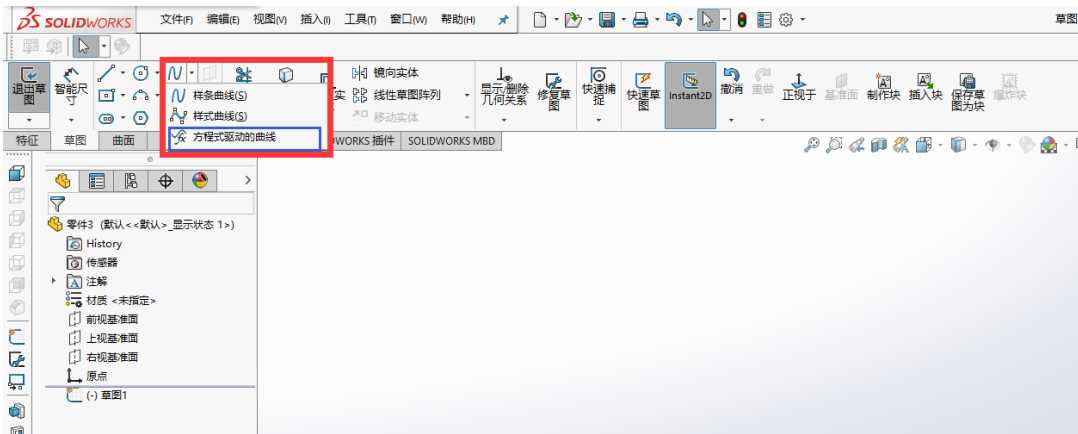

图 8
6.1、打开 SolidWorks，新建模型，首先建立小胶轮模型。新建草图，点击样条曲线  的下三角选择  方程式驱动的曲线，如图 8 所示